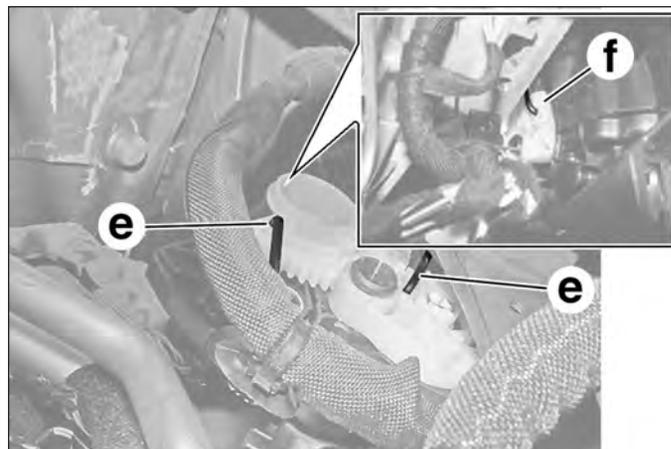

FIG.33
- Après avoir remonté le motoréducteur (5) sur le mécanisme et avant de remonter l'ensemble, pincer les engrenages du côté mécanisme en (e) et côté bloc de chauffage en (f) (Fig.33).